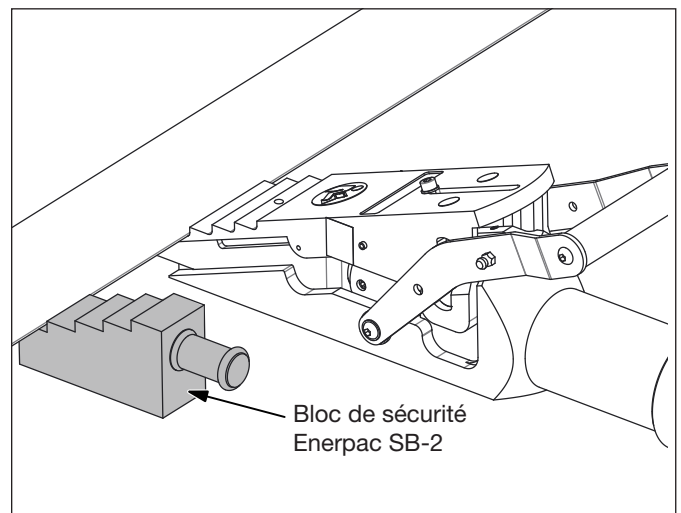

Figure 4 – Bloc de sécurité Enerpac SB-2
6. Une fois l'objet soulevé à la hauteur voulue ou à la hauteur maximale permise par l'étage utilisé, insérer le bloc de sécurité Enerpac SB-2 (fourni séparément avec l'écarteur de levage). Voir la Figure 4.
7. Une fois l'objet soulevé à la hauteur voulue ou à la hauteur maximale permise par l'étage utilisé, insérer le bloc de sécurité Enerpac SB-2 (fourni séparément avec l'écarteur de levage). Voir la Figure 4.